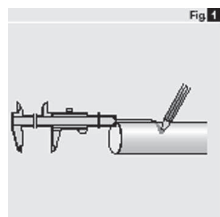

Fig. 1
- 3) Inserire la bussola nella posizione precedentemente segnata sull'albero (fig. 1 e 3).
- 3) Insert the sleeve at the marked position on the shaft (fig.1,3).
- 3) Den Einsatz in der zuvor auf der Welle markierten Stellung aufsetzen (Abb.1 und 3).
- 3) Insérer la douille dans la position précédemment marquée sur l'arbre (fig.1 et 3).
- 3) Colocar el casquillo en la posición marcada previamente en el eje (fig. 1 y 3).